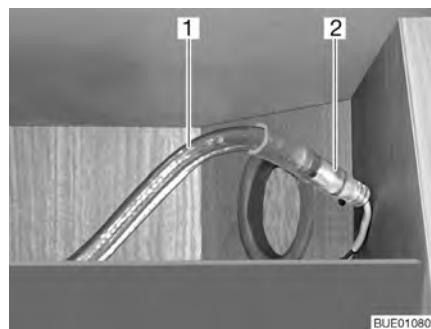

Fig. 214 Conexión de manguera luminosa
- Sacar la manguera luminosa (Fig. 214,1) de los soportes.
- Separar el conector enchufable (Fig. 214,2) de la manguera luminosa.